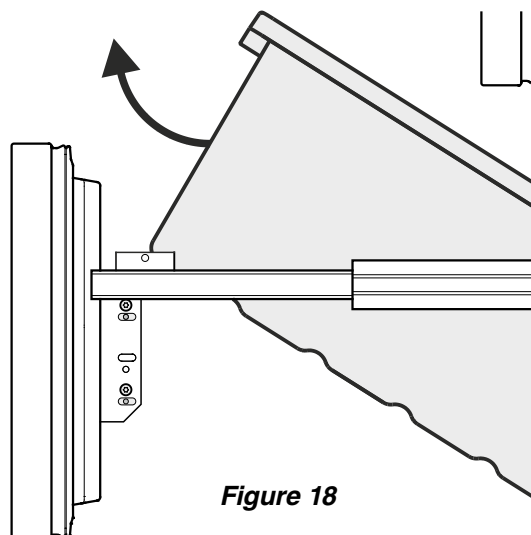

Figure 18
- Basculer le récipient et le retirer - **Figure 18**.